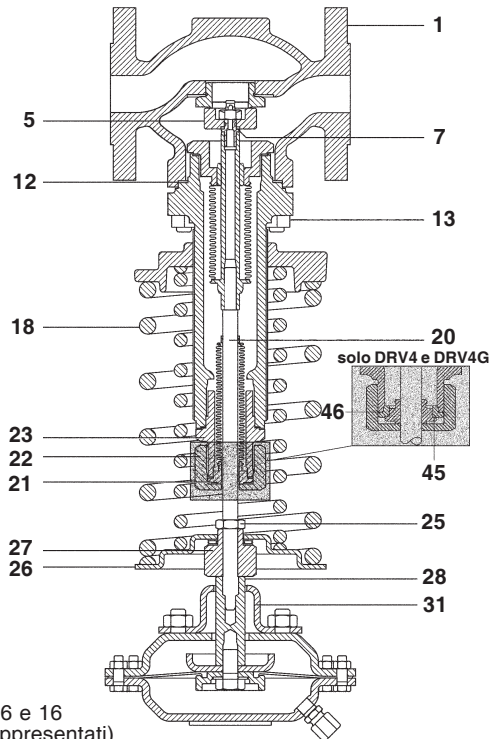

Fig. 9 - DN25 (1")
4.4.2 Come sostituire la/le molla/e di regolazione (Fig. 9)
- Ruotare il piattello spingimolla (17) per scaricare completamente la/le molla/e (18).
- Staccare la tubazione del segnale di pressione a valle. Svitare i dadi di montaggio dell'attuatore (41) e separare l'attuatore dalla valvola.
- Svitare i dadi delle colonne di sostegno (16) e togliere la staffa di montaggio (31).
- Tenendo il dado di taratura (28), svitare il controdado (25); togliere il dado di taratura (28), il controdado (25), il cuscinetto a rulli (27), il piattello di supporto molla/e (26), il contropiattello di supporto (29) e la/le molla/e di regolazione (18).
4.4.3 Come sostituire il gruppo soffipetto di tenuta (Fig. 9)